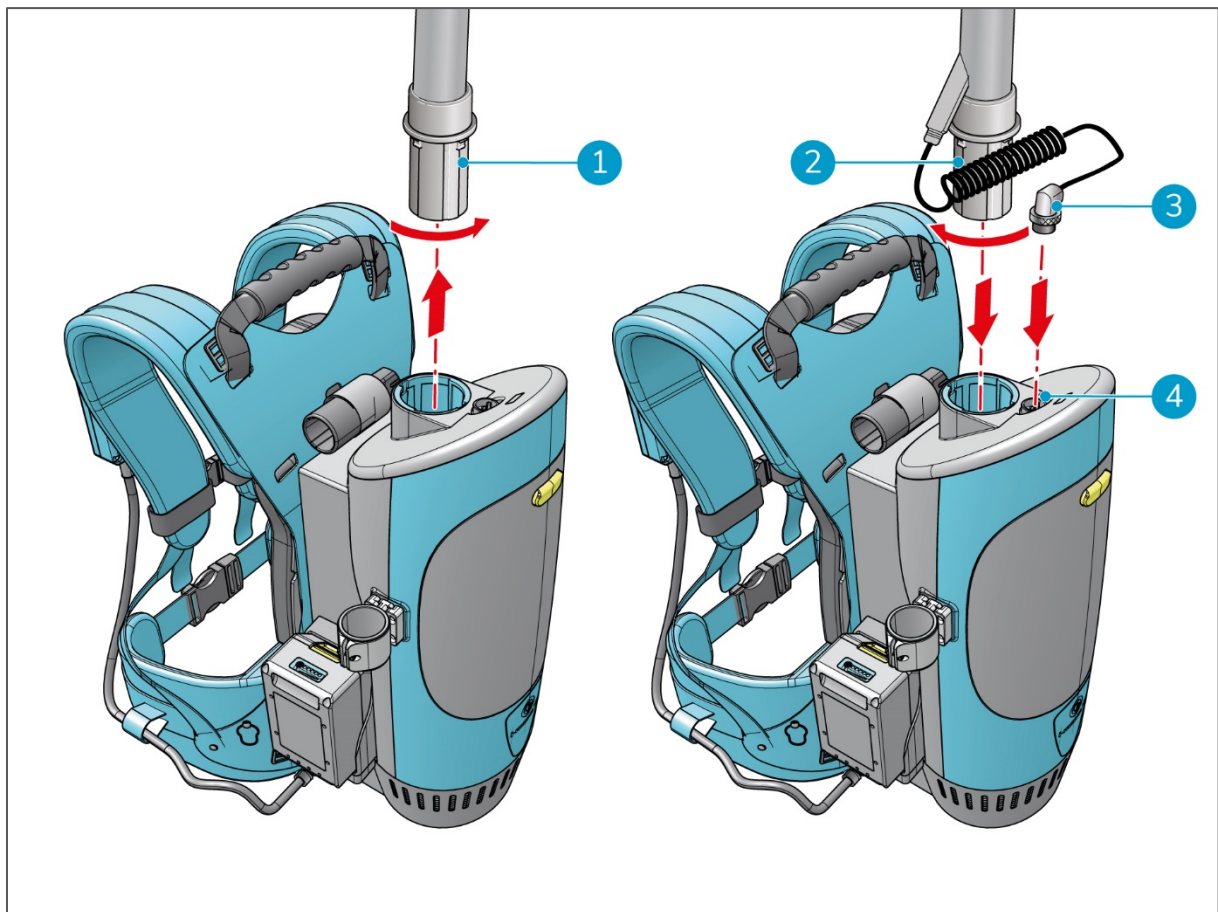

Figure 17
1. Faites tourner le tuyau de l'équipement standard dans le sens des aiguilles d'une montre (Figure 17, pos. 1).
3. Insérez le tuyau de l'i-brush dans le connecteur (Figure 17, pos. 2).
5. Branchez la fiche de l'i-brush (Figure 17, pos. 3) sur le connecteur de l'i-move 2.5B (Figure 17, pos. 4).